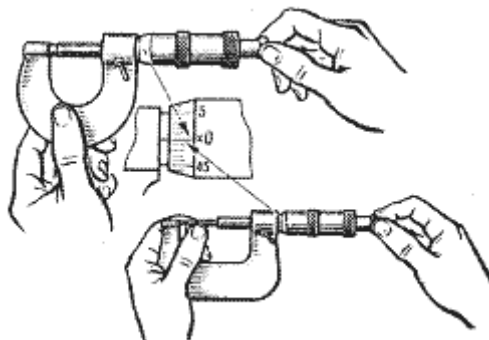

Рис. 10- Проверка нулевого положения
**Внимание!** Запрещается применять излишнее усилие при силовом замыкании жесткой и подвижной пятки микрометра при проверке нулевого положения или проведении измерений, для этого вращение микровинта осуществлять большим и указательным пальцами руки, как показано на рис. 10.